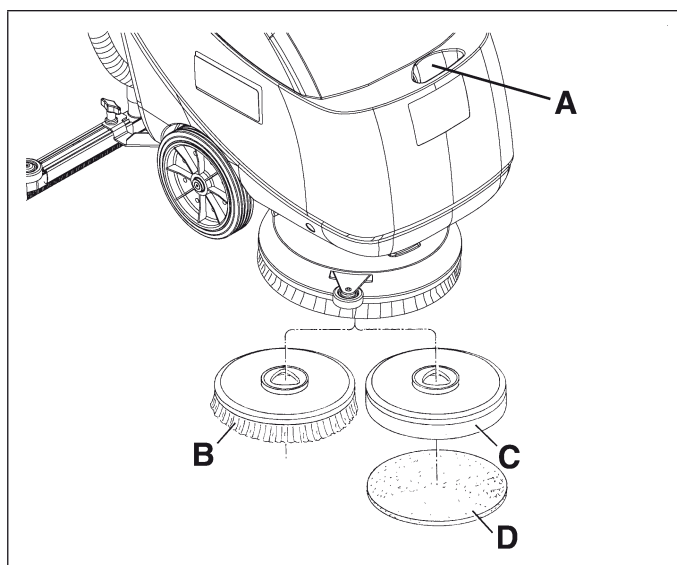

Figure 6
2. Rellenar el depósito de la solución detergente (A, Fig. 6) con un detergente adecuado.
En la máquina pueden instalarse tanto el cepillo (B, Fig. 6) como el portafieltro (C) con fieltro (D), según el tipo de tratamiento de efectuar sobre el suelo.
5. Posicionar el cepillo (B, Fig. 6), o el portafieltro (C) con fieltro (D), bajo de la cobertura.